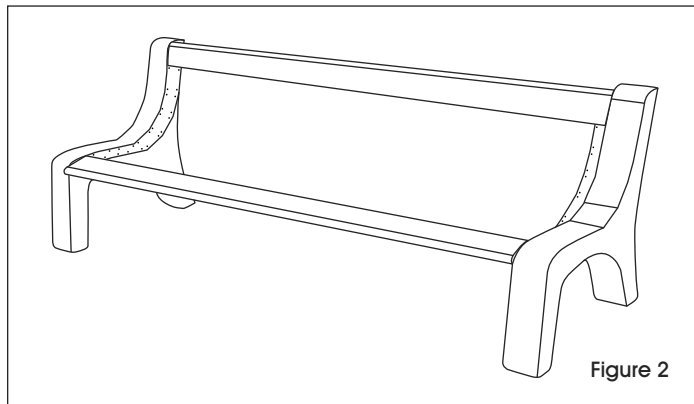

Figure 2
(See Figure 2)
3. Répétez l'étape 2 pour la planche supérieure à bords arrondis. (Voir Figure 2)